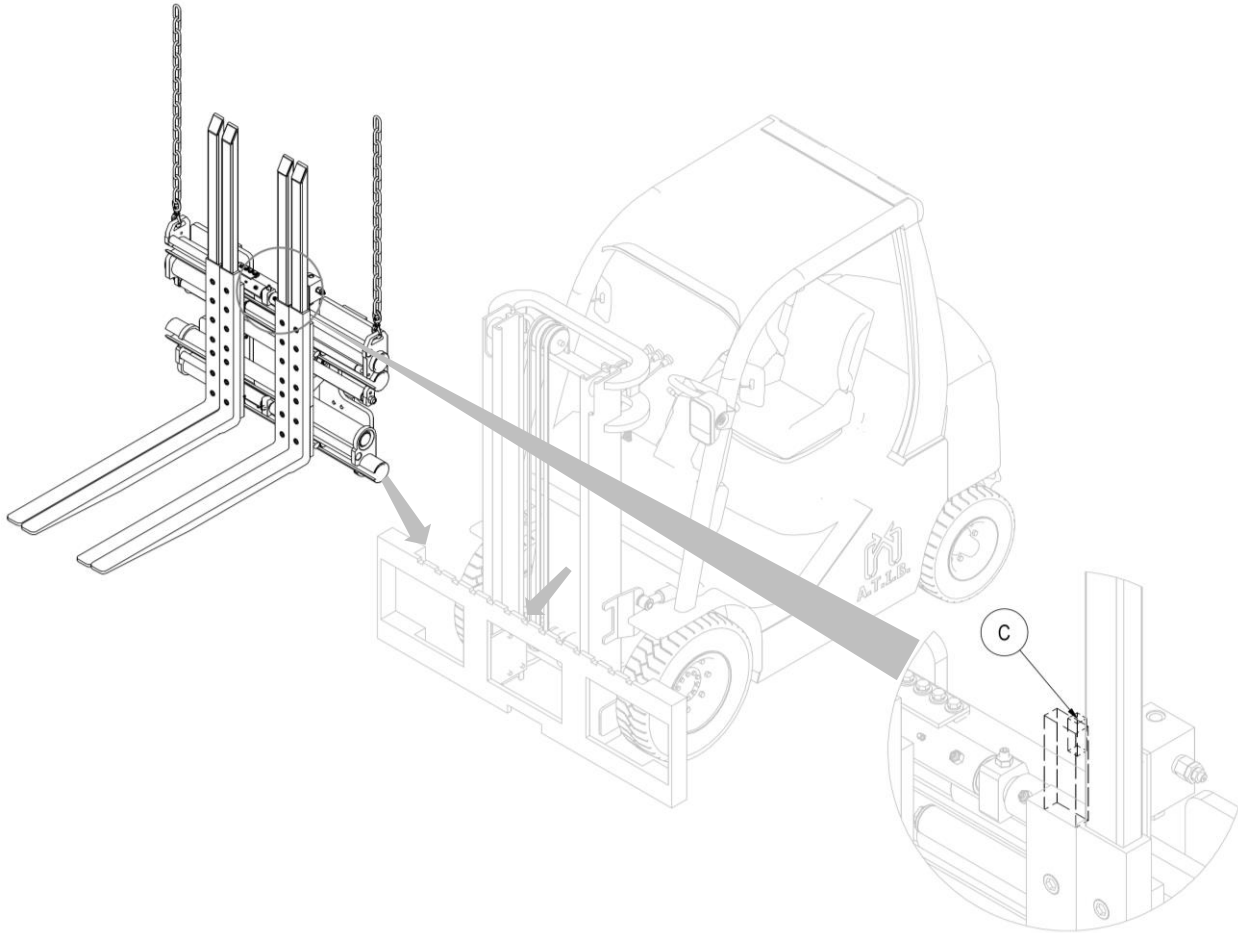

Figure 9
6. Accrocher l'équipement aux points de préhension supérieurs et, à l'aide d'un pont roulant ou d'un palan de capacité suffisante, le placer sur la plaque porte-fourche, en prenant soin d'engager la dent de centrage C dans l'encoche centrale de la plaque (voir *Figure 9*).
5. Soulever l'équipement en le saisissant sur les points de préhension supérieurs à l'aide d'un pont roulant ou d'un palan de capacité suffisante et l'extraire du chariot (voir *Figure 5 et Figure 9 en p. 12 et 16*).